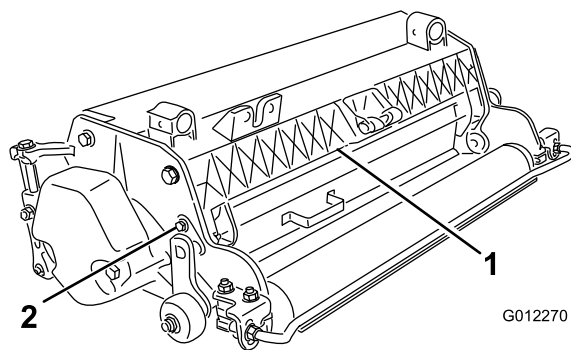

図 5
- ガラスシールドのピボットについているボルトをゆるめる 図 5。
- ガラスシールドを希望する高さに調節し、ボルトを締める 図 5。